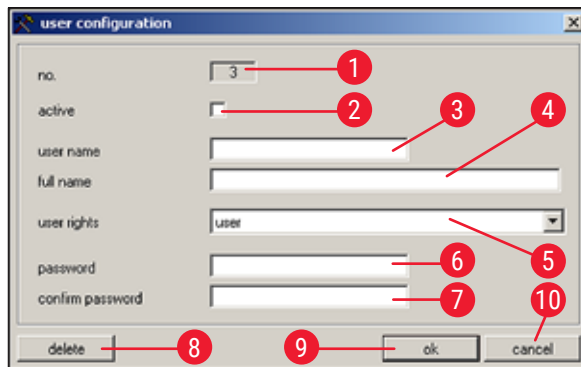

Fig. 34
- Se si fa doppio clic su una delle righe nella visualizzazione di configurazione si apre la finestra di dialogo **User configuration** (→ Fig. 34).